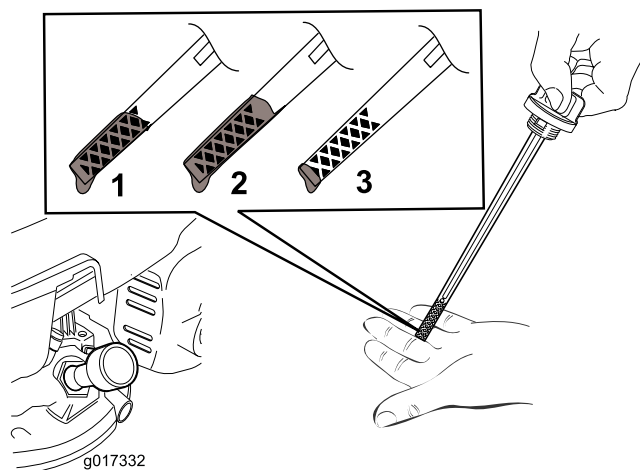

图21
**注意** 向发动机曲轴箱添加机油直到量油尺显示机油油位达到图21中所示的正确位置。如果发动机加注机油过多、则需要按照 5 的说明、去除多余机油。